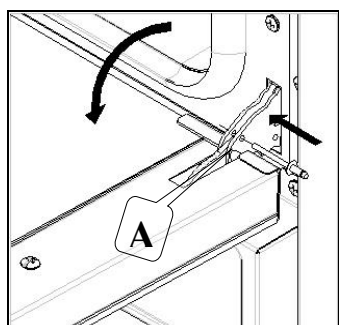

Fig. 8
- Agganciare gli anelli "A" sulle apposite sedi delle cerniere (Fig. 8);